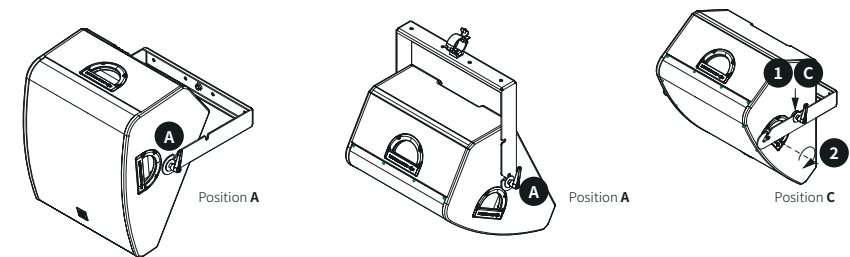

Abbildung 7. Unterschiedliche Ausrichtungswinkel für Wand- und Traversen-Montage.
- Sofern Sie den SMX 12 sehr nah an der Wand und nach unten ausgerichtet montieren möchten, wählen Sie den Schlitz an Position **C** der U-Halterung. Siehe Abbildung 7.